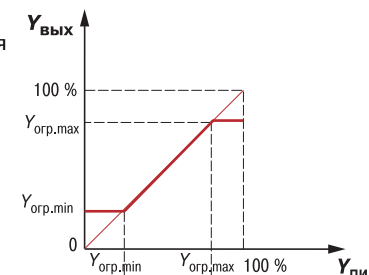

Рис. 14
– максимального $Y_{огр.маx}$ и минимального $Y_{огр.мин}$ значений (рис. 14).